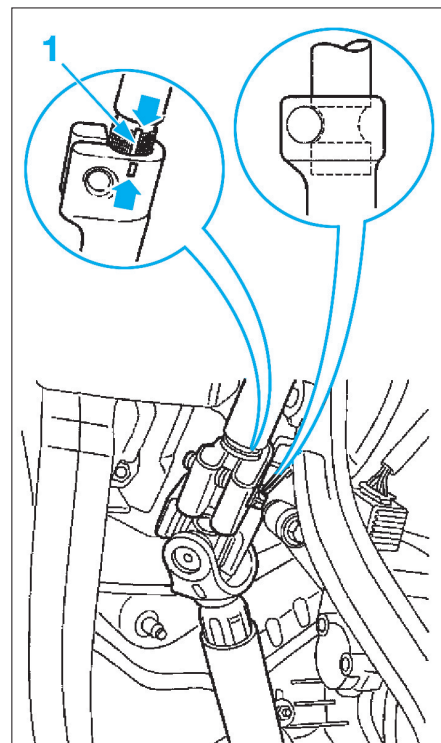

FIG. 9
- l'extrémité supérieure de l'arbre intermédiaire sur la colonne de direction en respectant l'alignement des repères (1) (Fig.9).